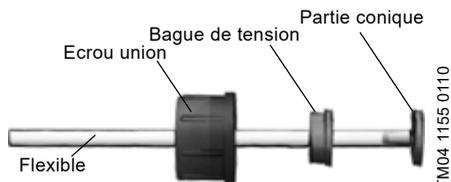

Fig. 8 Raccordement hydraulique
2. Pousser la partie conique entière dans la tuyauterie, voir fig. 8.